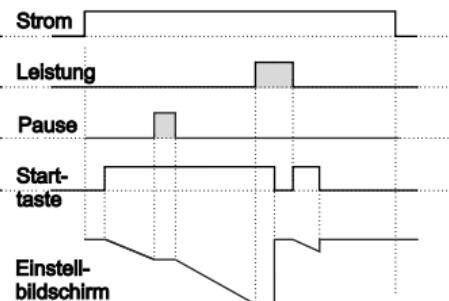

Abbildung 3.2
3.1.2 Wenn Abwärtszählen **DEct** = 1 und **butF oFF** ist, wird das Regelschema in Abbildung 3.2 gezeigt.